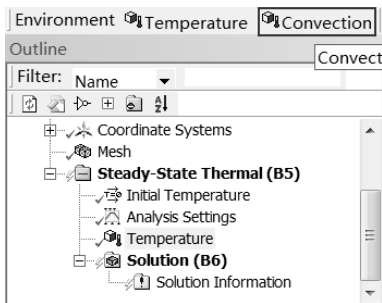

图 15-20 添加对流
Step4：选择 Environment 工具栏中的 Convection（对流）命令，如图 15-20 所示，此时在分析树中会出现 Convection 选项。